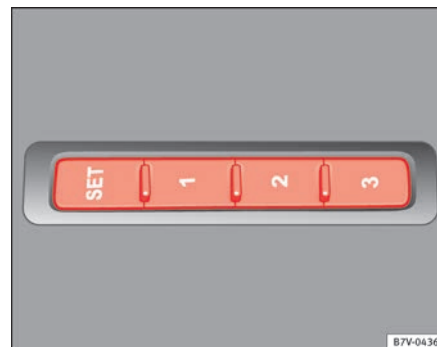

Fig. 80 Botões de memória na parte exterior do banco do condutor.
- Mantenha pressionado o botão **SET** durante mais de um segundo → Fig. 80.